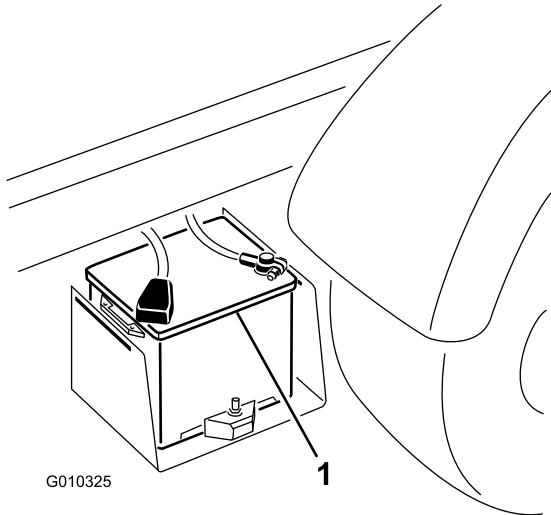

Figura 54
2. Conecte un cable de batería entre los bornes positivos de las dos baterías (Figura 54). El borne positivo está identificado con un signo + en la tapa de la batería.